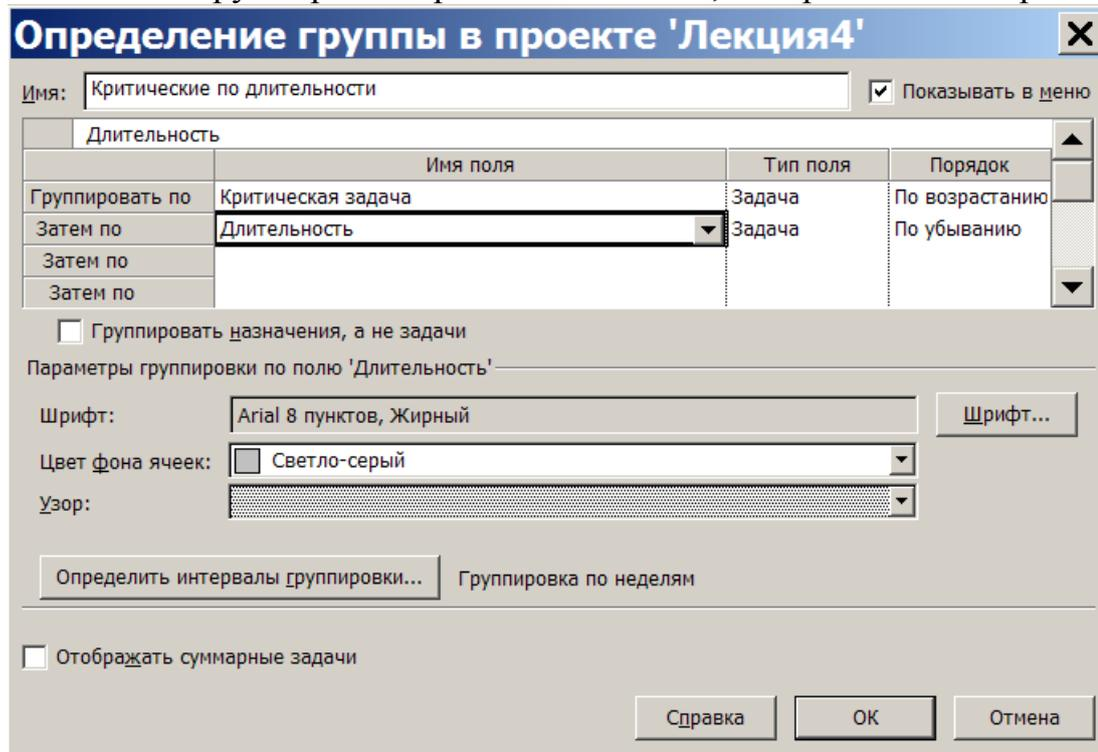

Рис. 4.12. Окно создания группировки
Создание группировки пользователя выполняется в пункте *Проект/Группировка/Другие группы*. В раскрывшемся диалоге следует установить вид группировки (задачи или ресурсы) и нажать кнопку *Создать*. Создание новой группировки происходит в окне, изображённом на рис.4.12.
по каждому значению выбранного параметра. Интервальная группировка используется, когда требуется сгруппировать параметр по интервалам значений. Например, группировка работ по длительности с интервалами минута, час, день неделя, месяц. На рис.4.12 для поля *Длительность* выбрана группировка по неделям.
**Временная** группировка создаётся в пункте *Проект/Группировка/Настройка группировки* в таком же окне, как и изображённое на рис. 4.12. Единственным её отличием является то, что параметры группировки нигде не сохраняются после её применения.